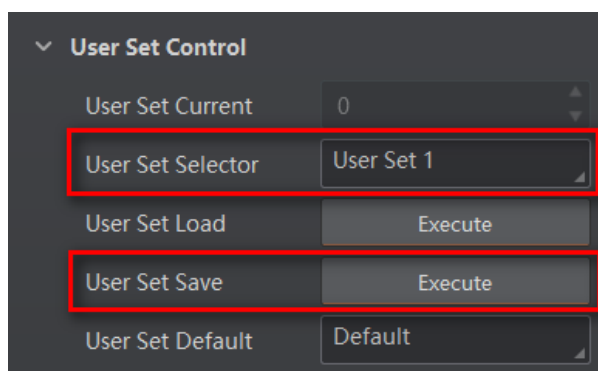

图4-31 保存参数设置
- 保存参数：修改参数后，通过 User Set Selector 参数下拉选择其中一套 User Set 参数，点击 User Set Save 处的 Execute 按钮，即可将参数保存到用户参数中，如图 4-31 所示。